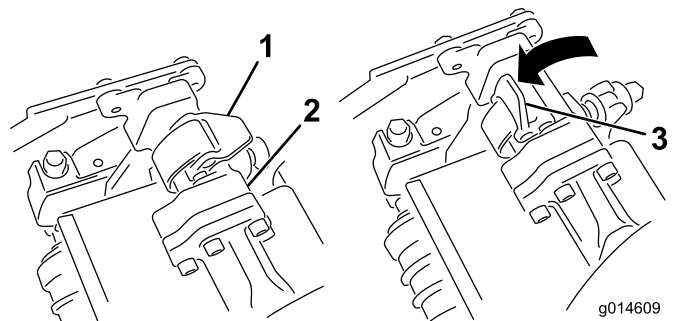
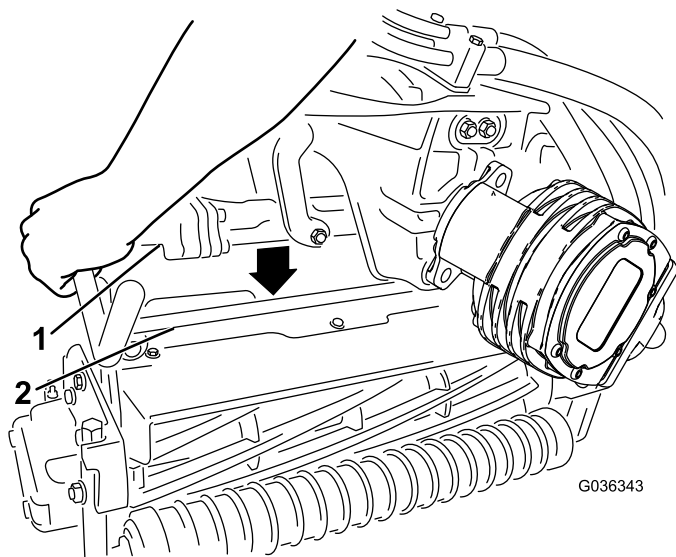

Figura 63
Figura 64
4. Con los enganches del brazo de suspensión orientados hacia arriba (es decir, abiertos) (Figura 63), empuje hacia abajo el brazo de suspensión de modo que la barra encaje en la barra situada en la parte superior de la unidad de corte (Figura 64).
5. Presione los enganches hacia abajo alrededor de la barra de la unidad de corte y bloquéelas (Figura 63).
5. Abra los enganches de la barra del brazo de suspensión de la unidad de corte que está retirando (Figura 63).